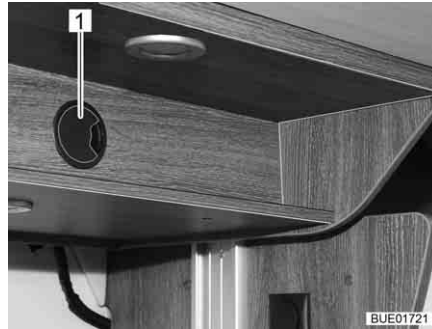

Bild 122 Åtkomst till drivenheten
- Dra loss locket från åtkomsluckan (Bild 122,1).